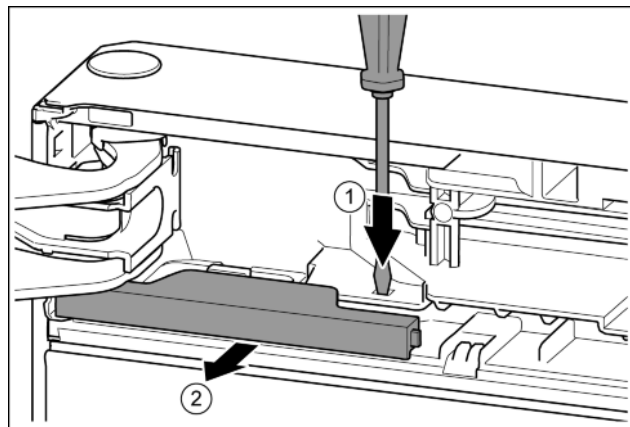

Fig. 10
- ▶ Plochým šroubovákem lamelu přitlačte. Fig. 10 (1)
- ▶ Kryt vytáhněte ze zářky. Fig. 10 (2)